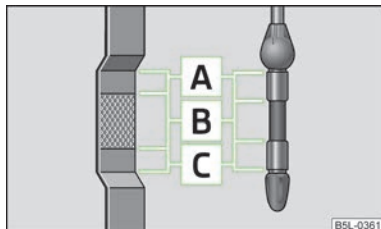

Fig. 142
La varilla indicadora del nivel de aceite indica el nivel de aceite de motor » fig. 142.
- El nivel de aceite no debe sobrepasar nunca la zona  » fig. 142. ¡Riesgo de daños en el sistema de gases de escape!